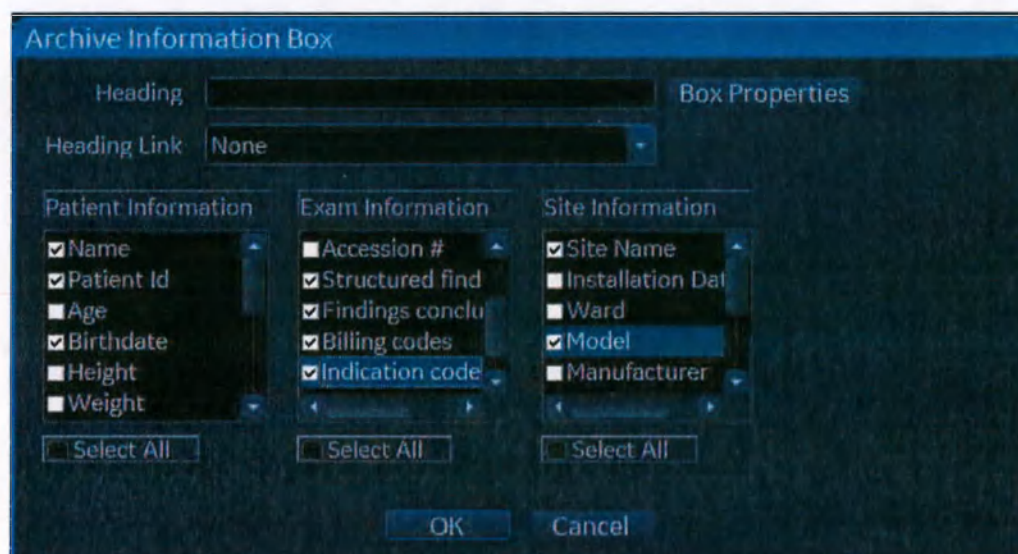

Рис. 10-2. Окно архивной информации
Отобразится окно *Archive information* (Архивная информация) (Рис. 10-2).
7. В поле *Exam Information* (Данные исследования) выберите **Structured findings** (Структурированные данные), **Findings conclusion** (Заключения по результатам), **Indication codes** (Коды показаний) и **Billing codes** (Коды счетов) (Рис. 10-2).